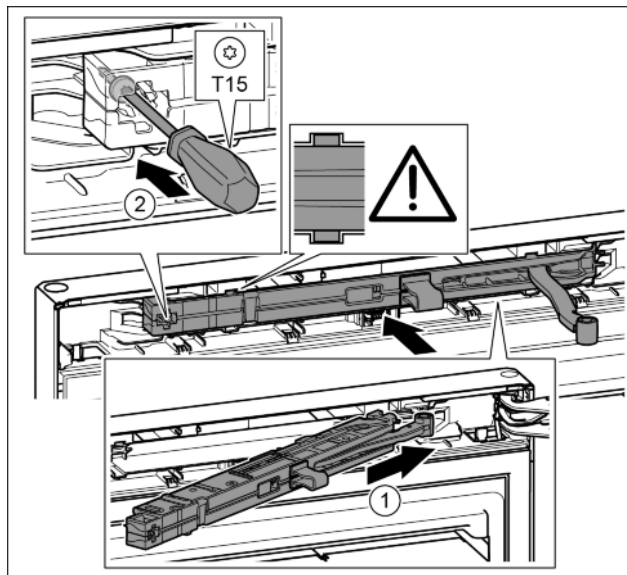

Fig. 23
- ▶ Під нахилом просуньте демферний вузол з боку опорного кронштейна в отвір до упору. Fig. 23 (1)
- ▶ Закрутіть гвинт за допомогою викрутки T15. Fig. 23 (2)